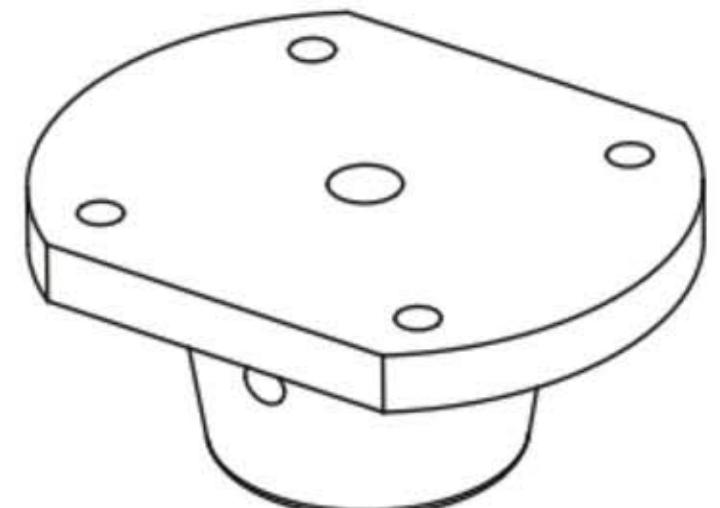

Figure 3
- Locate the mounting holes to install upper pivot support with (4) $\frac{1}{2}$ " x #8 truss head screws. (See figure 3)
- Positionner les trous et installer le pivot du haut au avec les 4 vis a tet truss $\frac{1}{2}$ " x #8. (Voir le figure 3)